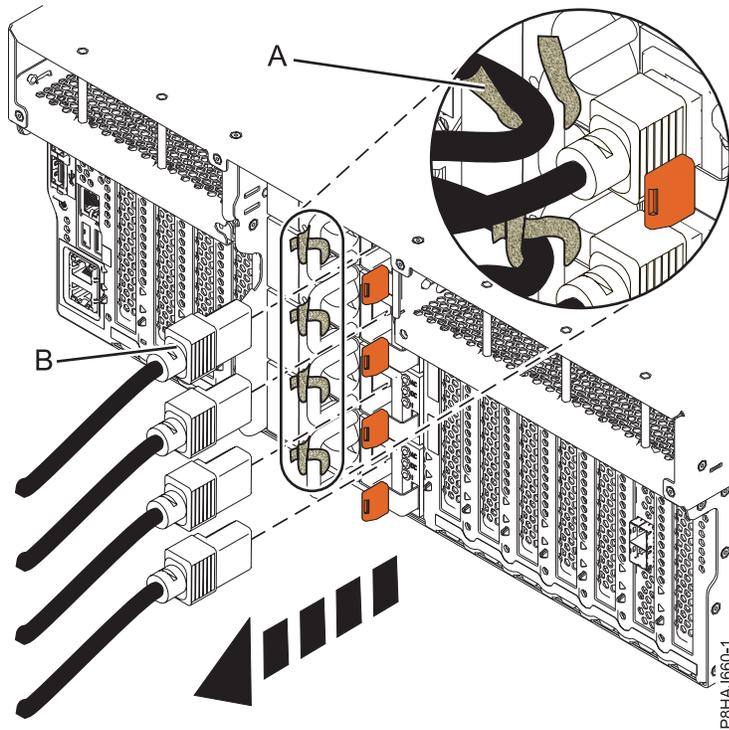
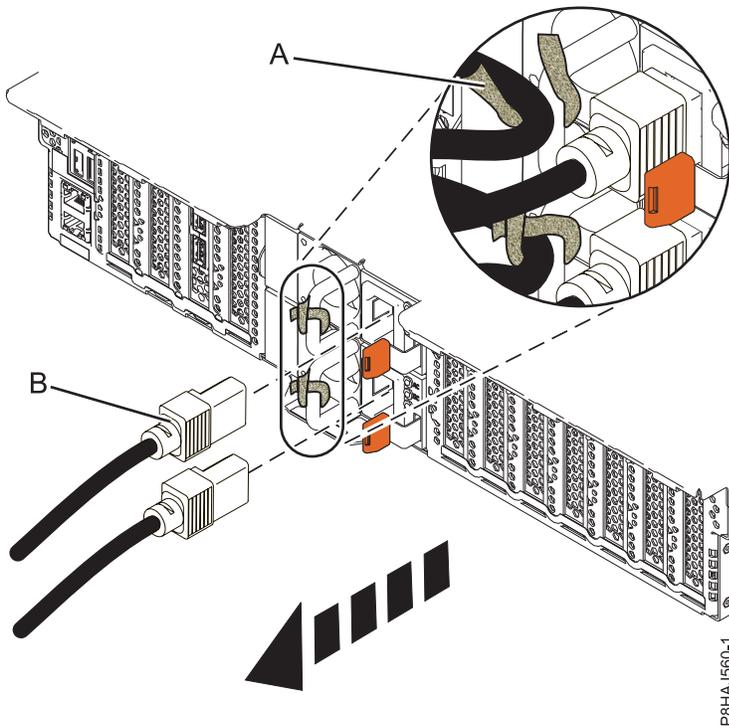
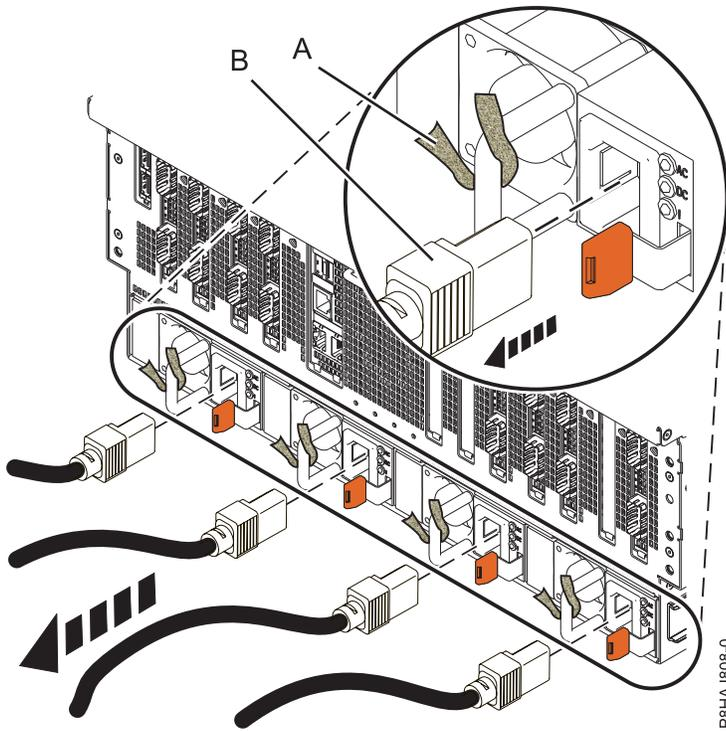

Figura 19. Extracción de los cables de alimentación de un sistema 8247-42L, 8286-41A o 8286-42A
Figura 20. Extracción de los cables de alimentación de un sistema 5148-21L, 5148-22L, 8247-21L, 8247-22L, 8284-21A o 8284-22A
Figura 21. Extracción de los cables de alimentación de un sistema 8408-44E o 8408-E8E
3. Desconecte los cables de alimentación **(B)** de la unidad del sistema. Consulte la Figura 19 en la página 37, la Figura 20 en la página 37 o la Figura 21 en la página 38 según el tipo de sistema.